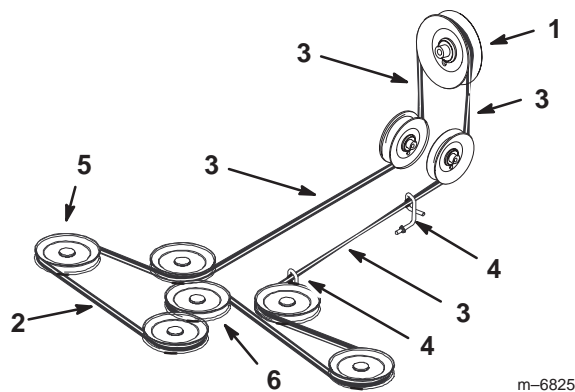

Figure 72
5. Installez la courroie neuve autour des poulies d'axe et de la poulie de tension du plateau de coupe, dans les guides de courroie, dans l'ensemble bras de tension arrière et l'embrayage (Fig. 72).
Important Vérifiez le vrillement de la courroie entre les poulies. Il doit être conforme aux spécifications de la Figure 72.